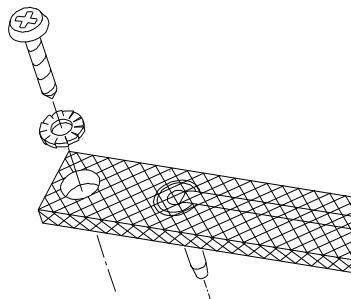

Fig. 2
7. Le remplacement du revêtement PTFE de la barre de soudure, lorsqu'il est brûlé ou usé, s'effectue en dégageant la barre au moyen des vis fixées aux extrémités (fig 2.). Le PTFE est fixé à la partie inférieure de la barre de soudure au moyen d'un ruban adhésif et peut donc être aisément remplacé.
7. Quando la copertura di PTFE sulla barra saldante risulta corrosa o usurata, deve essere sostituita. Svitare la barra saldante e sollevare entrambe le estremità contemporaneamente. Sostituire con la nuova barra saldante, o con quella riparat e fissare le viti (fig 2.). Fare attenzione che la resistenza, che è stata montata eccentrica sulla barra, si trovi nel centro della gomma quando la barra superiore è chiusa. La copertura di PTFE è fissata sopra la barra saldante da un nastro adesivo ed è quindi semplice la sua sostituzione.
8. La latna usurato può essere sostituita semplicemente premendo il portalame, estraendo la vecchia lama e inserendone una nuova. E' consigliabile usare pinze (fig. 2).
7. Når PTFEstykket over svejsetråden er slidt (mørkebrunt) eller ødelagt, bør dette skiftes. Løsn skruerne på siderne af svejsebarren og løft denne i begge sider på én gang (fig 2). Montér en ny svejsebarre, eller den gamle med nye dele, og montér den på maskinen. Vær opmærksom på at svejsetråden skal ligge i center af trykket fra siliconelisten, når svejsekæben er lukket.
7. Förslitning på svetsback - När PTFEskyddet (glasfiberväven) över svetsbandet börjar bli bränt lossa de yttre fästsprövarna och lyft hela svetsbacken rakt upp genom att ta tag i ytterkanterna på backen (fig.2.). Riv loss det gamla PTFEet och innan du sätter på nytt kolla så att inte även svetsbandet blivit bränt. Om så är fallet bytes både PTFEväven under svetsbandet, svetsbandet och det övre zonPTFEet ut. Normalt räcker det att byta det sistnämnda. Förslitning mottrycksback- En bränd silikonlist utbytes genom att dra den ur spåret och träin en ny.
7. Når PTFEduken over sveiseelementet blir brent eller slitt skal den skiftes. Skru sveiseelementet løs og løft begge endene samtidig opp (fig.2.). Monter et nytt eller overholt element som skrus fast. Vær oppmerksom på at hetebåndet er montert eksentrisk på sveiseelementet. Påse derfor at hetebåndet ligger midt under silicongummilisten, og at kniven ikke berører elementet når sveisearmen er lukket.